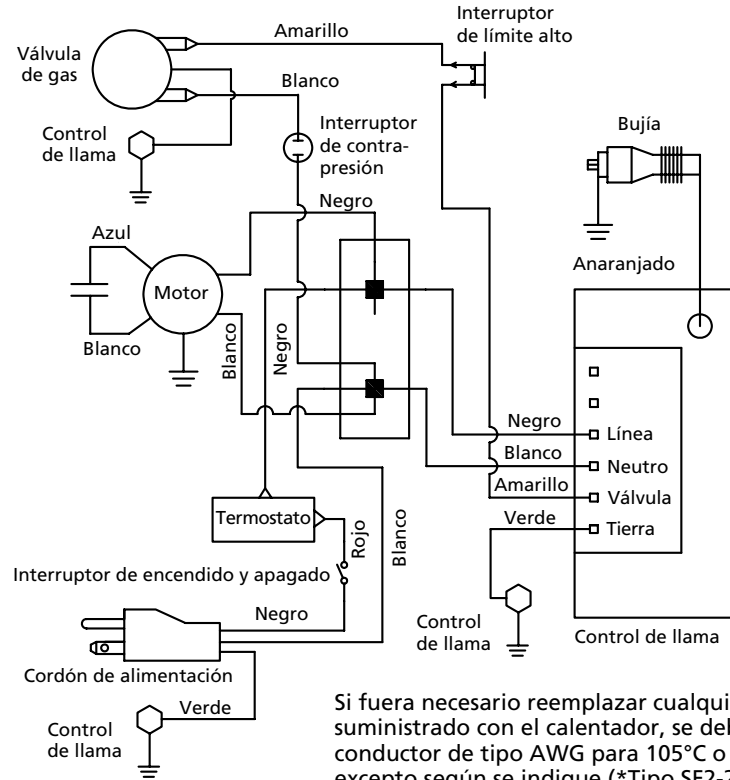

Figura 6 - Diagrama Eléctrico
10. Vuelva a conectar los conductores de acometida como se muestra en el diagrama eléctrico (Figura 6).